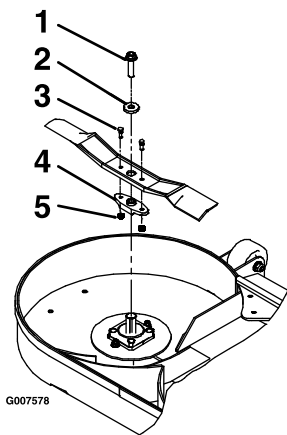

Рисунок 74
3. Снимите нож, шайбу и болт ножа, который крепит нож и привод ножа (Рисунок 74).
4. Снимите привод ножа с имеющегося ножа (Рисунок 74).
1. Установите привод ножа на новые ножи с помощью срезных болтов и контргайек (Рисунок 74).
3. Установите нож, шайбу и болт ножа на вал шпинделя (Рисунок 74).